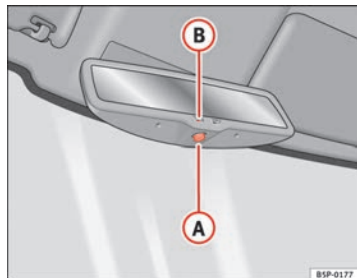

Fig. 64 Retrovisor interior con ajuste automático para posición antideslumbrante.
- Pulse la tecla (A) ⇒ fig. 64. El testigo de control (B) se apaga.
- Pulse la tecla (A) ⇒ fig. 64. El testigo de control se enciende.